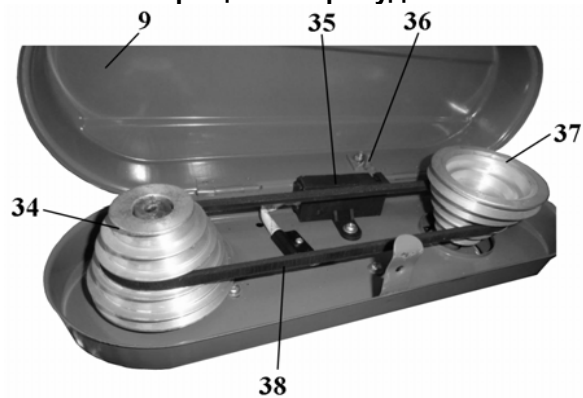
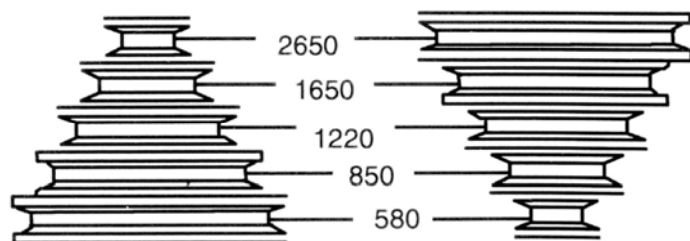
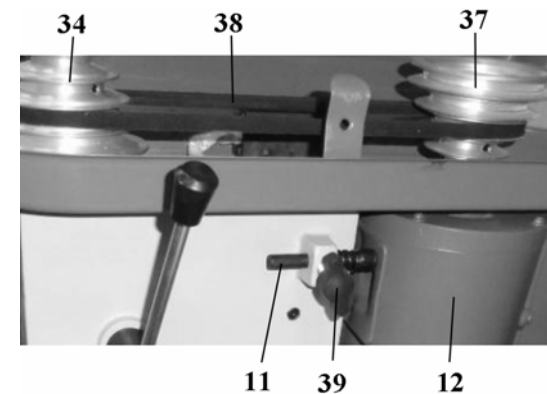

Рис. 8
Рис. 9
Рис. 10
- 10.8. Скорость вращения шпинделя регулируется изменением положения клинового ремня (38) на ручьях шкивов (34 и 37), Рис.8, 9. Можно установить 5 режимов частоты вращения шпинделя, Рис.9.
Для изменения режима вращения шпинделя предварительно следует ослабить натяжение клинового ремня (38), Рис.8. Для этого необходимо ослабить винт фиксации (39), Рис.10. Переместите электродвигатель (12) со шкивом (37) в направлении шкива (34), так как на оси (11) установлена пружина; положение зафиксируйте винтом фиксации (39), Рис.10. В соответствии с намеченной операцией и согласно таблице 2 и Рис. 9 необходимо установить ремень (38) на ручьях шкивов (34 и 37), Рис.8 -10.